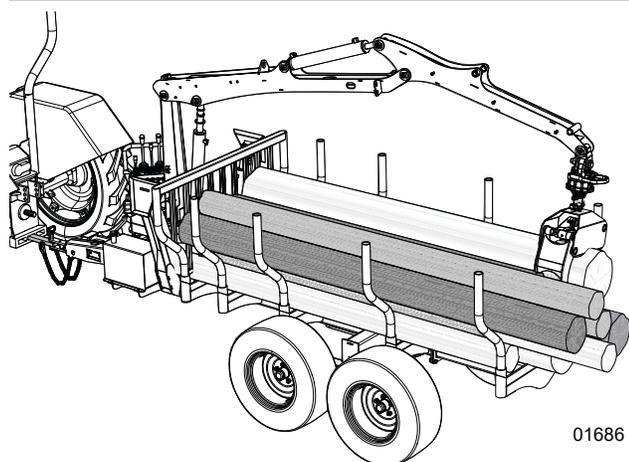
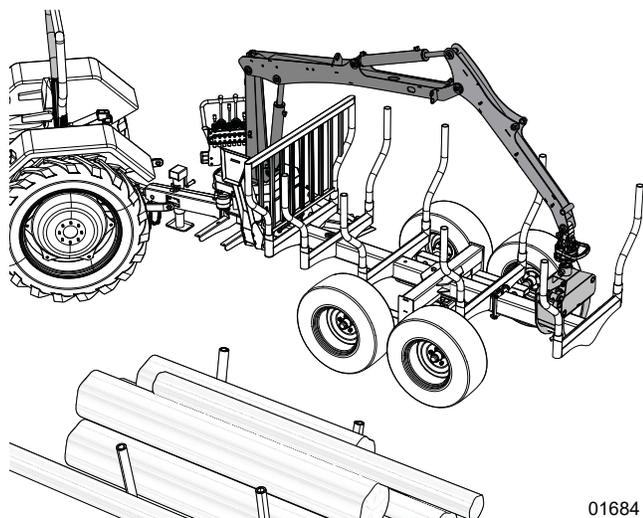

Figure 43—Position de la pince à grumes avec une charge
Figure 44—Position de la pince à grumes lorsque la remorque est vide
- Abaissez la flèche au-dessus de la remorque et empêchez la pince à grumes de bouger. Pour plus d'informations, consultez *Figure 43* à la page 51 et *Figure 44* à la page 51.
- S'il y a des grumes dans l'équipement, saisissez l'extrémité d'une grume à l'arrière de l'équipement. Pour plus d'informations, consultez *Figure 43*.
- Si l'équipement est vide, saisissez le cadre principal à l'arrière de l'équipement. Pour plus d'informations, consultez *Figure 44* à la page 51.